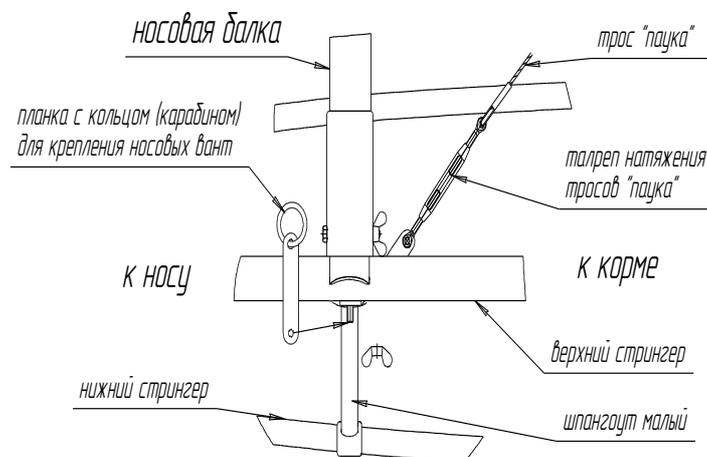

рис.6. Узел носовой балки (вид сверху).
- б) Носовые растяжки шпрюйта (с талрепами) заведите под верхние стрингера аналогично кормовым растяжкам. На эти же болты наденьте планку узла крепления носовых вант (см. рис.6.)